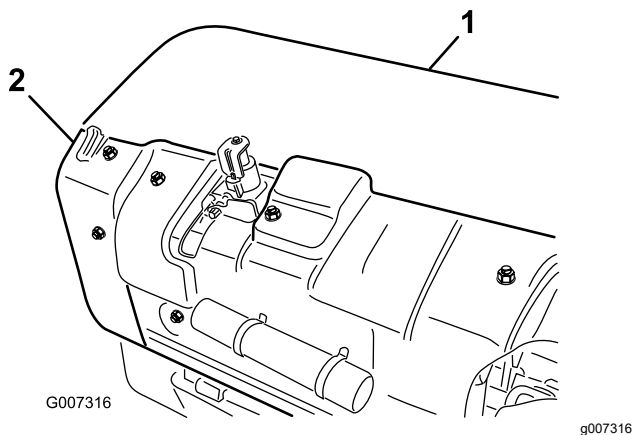

Figura 33
- A. Retire la cubierta trasera del cabezal de perforación (Figura 33).
- B. Retire los pernos de montaje del protector de la polea, y retire el protector (Figura 33).